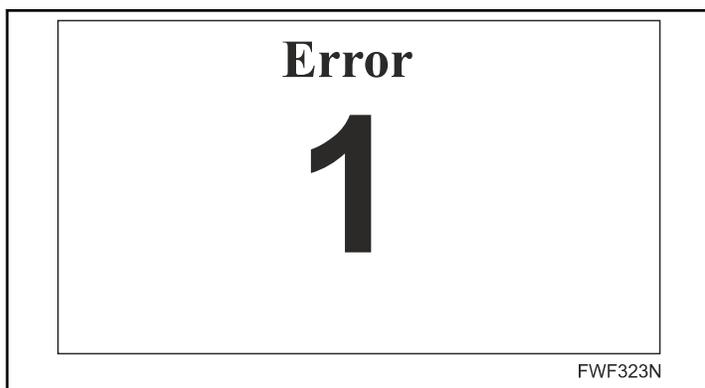

Figure 15
- Advenant une condition d'urgence lors de laquelle la température du rouleau de repassage atteint la valeur limite, le thermostat de sécurité est activé et un message d'avertissement affichant le nombre 1 clignote – *Figure 15* .